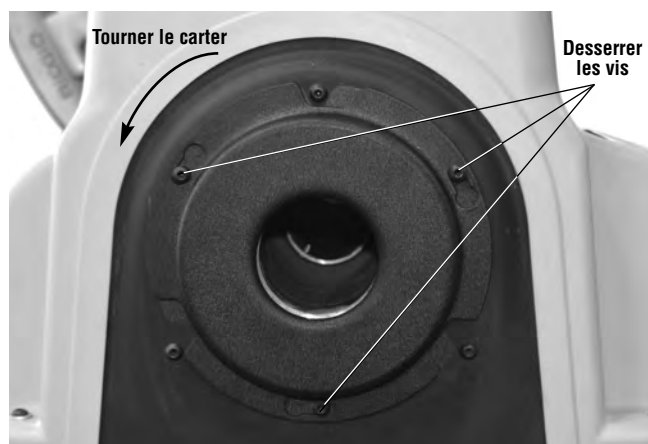

Figure 25A – Dépose du carter arrière
- a. Assurez-vous que le commutateur REV/OFF/FOR est en position OFF (0) et que le cordon d'alimentation de la machine est débranché.
- b. Enlevez le carter arrière de la machine en desserrant ses vis et en le faisant tourner (Figure 25A).